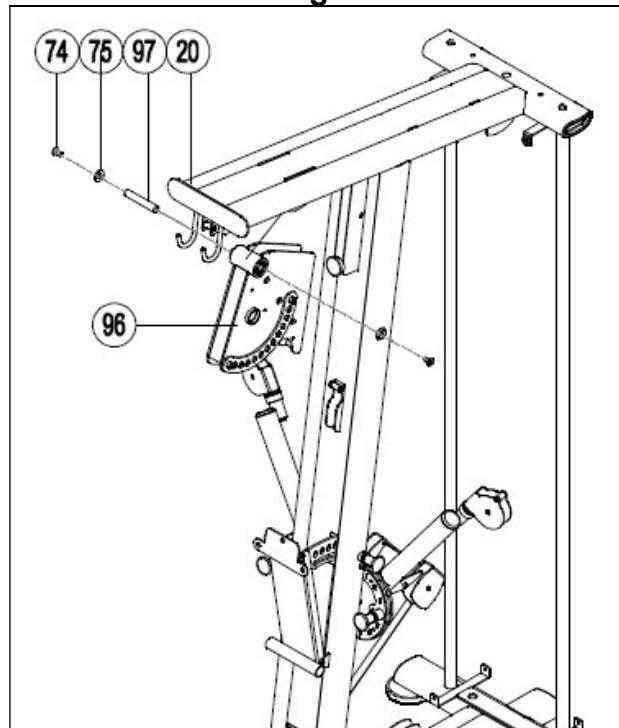
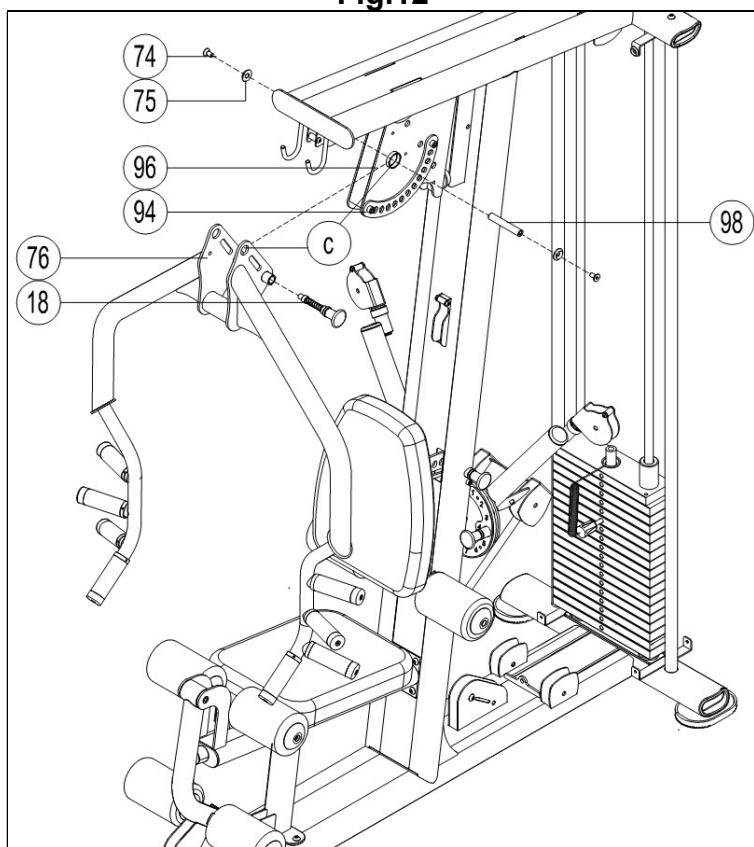

Fig.8
Fig.13
8.- Coloque las barras guía (24) en los puntos (a) y (b), Fig.8. Inserte el casquillo (30), el amortiguador (31), las pesas (27) y la pesa superior (26).
Inserte el selector (28) en la flauta (29) (el otro lado del selector se coloca en el cable (39)), Fig.8.
Allíne las barras guía (24) con la estructura superior (20) y atornille con los tornillos (108) y las arandelas (11), Fig.8.
13.- Atornille las poleas (32) con los tornillos (109), las arandelas (11) y las tuercas (10), Fig.13.
Pase el cable (39) por las poleas (32) según indica la Fig.13.
Monte las poleas (A), (B) y (C) usando los tornillos (108), los casquillos (99), las arandelas (11) y las tuercas (10) según indica la Fig.13, 1.
Monte la polea (D) usando el tornillo (119), la arandela (11) y la tuerca (10) según indica la Fig.13, 2.
Monte las poleas (E) y (F) colocando los soportes (25) y usando los tornillos (109), las arandelas (11) y las tuercas (10) según indica la Fig.13, 3.
Pase el cable (39) por las poleas según indica la Fig.13 y fije el extremo del cable a la flauta (29), Fig.8.